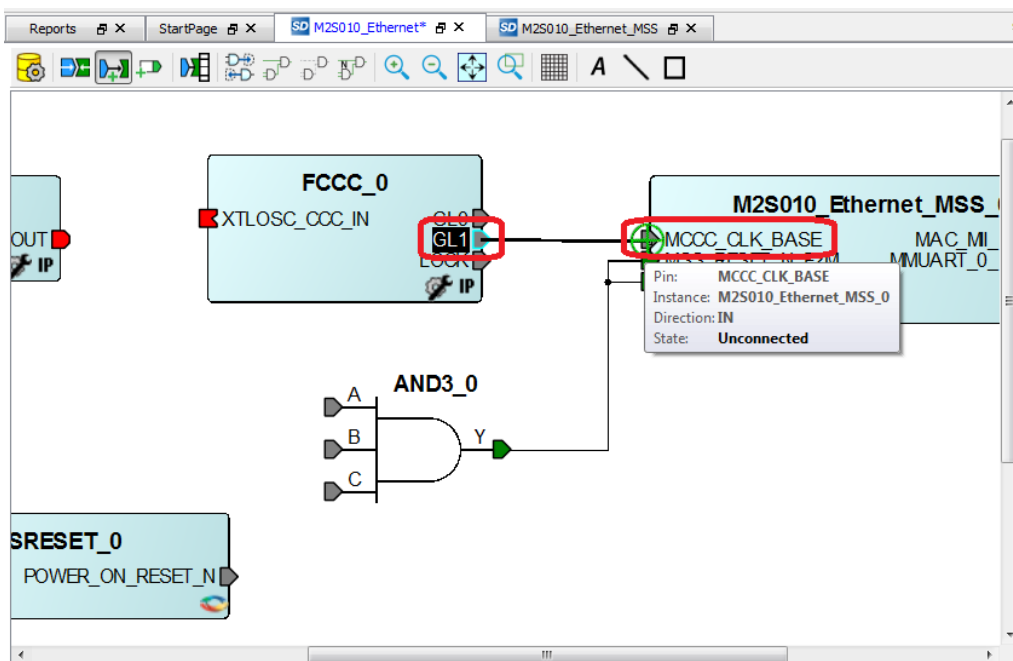

Рис. 25.
- 2) Используя быструю клавишу Connection Mode (рис. 25);